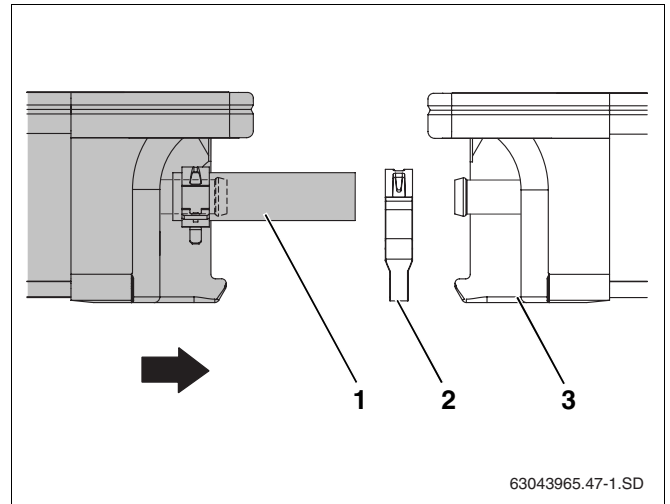

Fig. 27 Unir o segundo colector com o primeiro
- ▶ Deixar o segundo colector com as mangueiras solares previamente montadas (fig. 27, **item 1**) deslizar para dentro da protecção contra deslizamento.
- ▶ Empurrar a segunda braçadeira de mola (fig. 27, **item 2**) sobre a mangueira solar.
- ▶ Empurrar o segundo colector no primeiro colector, de maneira a que as mangueiras pré-montadas sejam empurradas sobre as ligações esquerdas do primeiro colector (fig. 27, **item 3**).